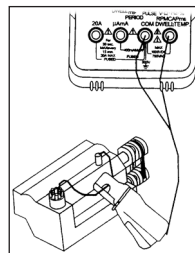

Рис. 4
- d. Поместите в отверстие между клещами провод свечи зажигания, соблюдая полярность (см. рис. 4).